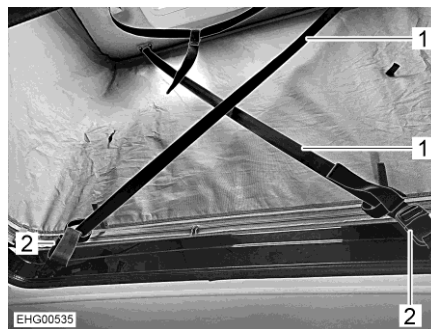

Bild 52 Windsicherung
- Beide Sicherungsgurte (Bild 52,1) vollständig ausziehen.
- Sicherungsgurte jeweils diagonal an den Gurtschlössern (Bild 52,2) einhängen.